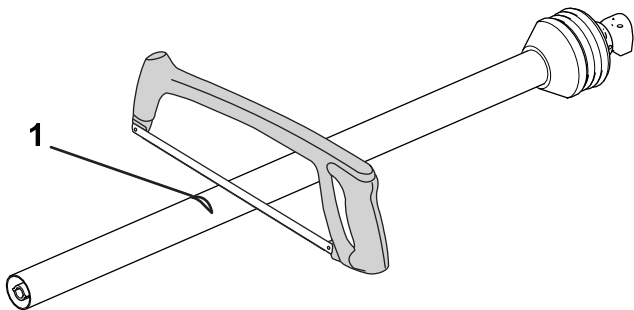

Figura 13
8. Quite las rebabas de los extremos de las secciones (Figura 13).